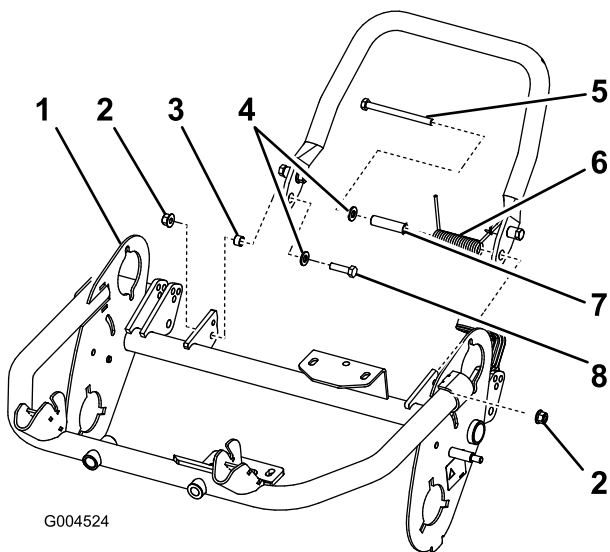

Figura 6
2. Montate una rondella (M8) sul bullone piccolo (M8-1,25 x 030). Montate il lato destro del cavalletto sul telaio, utilizzando il bullone e la rondella, il distanziale piccolo e il dado di bloccaggio (M8-1,25) (Figura 6). Il bullone deve essere montato dall'interno del telaio, come illustrato nella Figura 6.
Importante: Quando montate la molla, inserite un'estremità della molla sotto il telaio posteriore (Figura 6).
5. Montate il lato sinistro del cavalletto sul telaio, utilizzando il bullone e la rondella, il distanziale grande e il dado di bloccaggio (M8-1,25) (Figura 6). Il bullone deve essere montato dall'interno del telaio, come illustrato nella Figura 6.